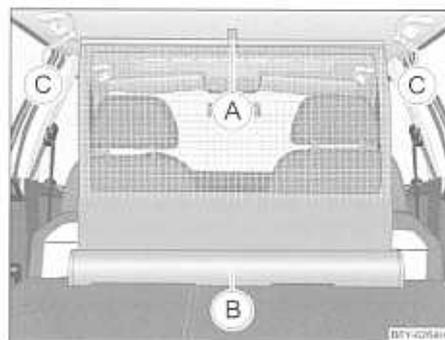

Fig. 59 Desenrollar la red divisoria
- Tire de la red divisoria por la lengüeta (A) y sáquela de la caja (B) → fig. 59.
- Monte la barra transversal en el alojamiento (C), primero en un lado, y presione la barra transversal hacia delante.
- Sujete de igual modo la barra transversal en el otro lado del vehículo, alojamiento (C).